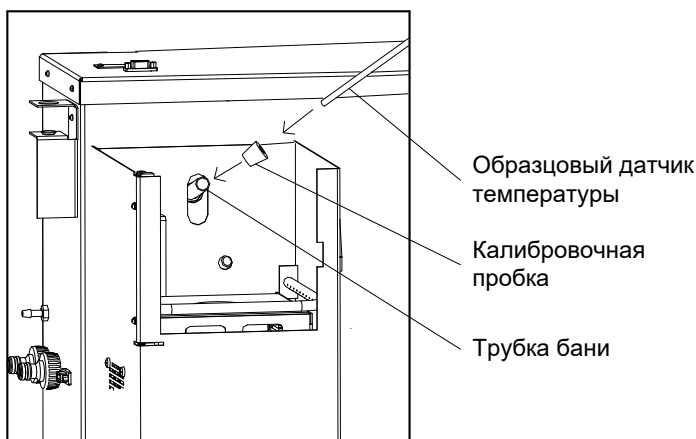

Рисунок 35 – Подготовка к проверке датчика температуры бани
- 5.7.4 Вставить образцовый датчик температуры в отверстие калибровочной пробки до упора (рисунок 35).